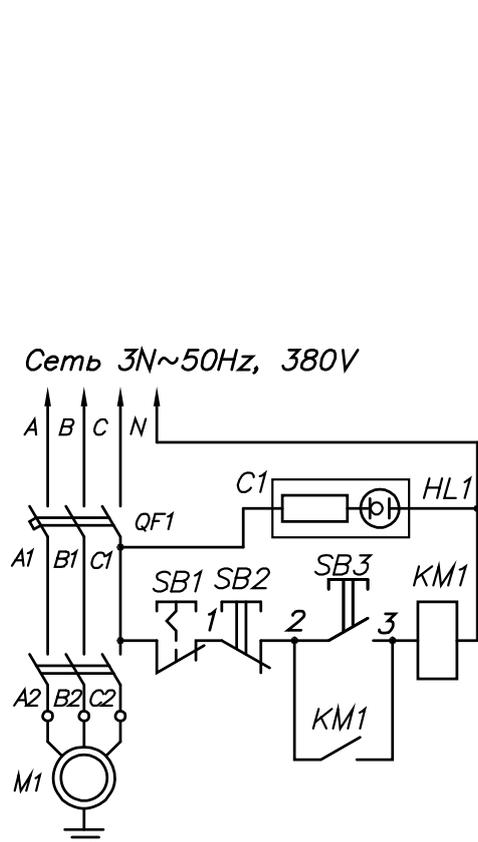
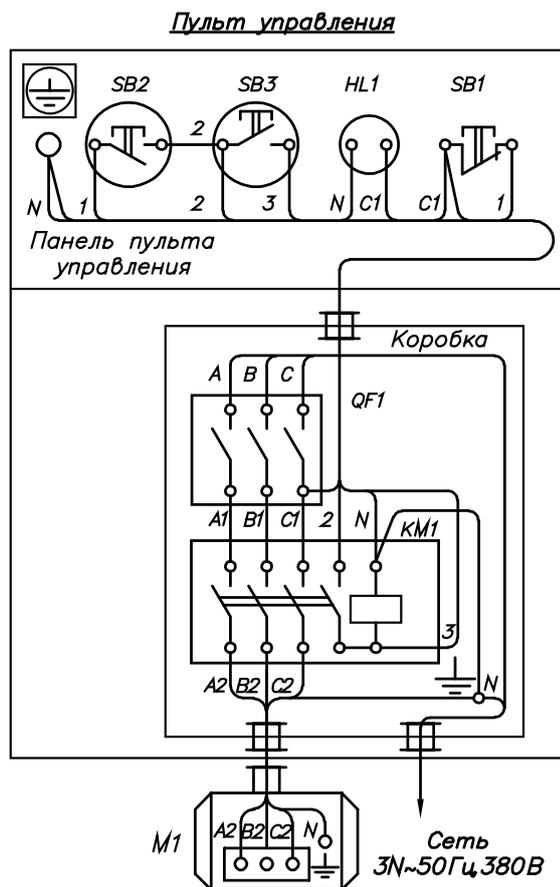

Рис. 2
Рис. 3
Выполнить заземление установки в соответствии с правилами электробезопасности для установок до 1000 В. К распределительной коробке подвести и подключить кабель питающей сети по схеме приведенной на рис. 3. Рекомендуемый тип кабеля КГ 3х2,5+1х1,5 ГОСТ 13479-77.
4.2. Рис. 2. Схема электрическая принципиальная. Рис. 3. Схема электрическая подключений. Перечень элементов.